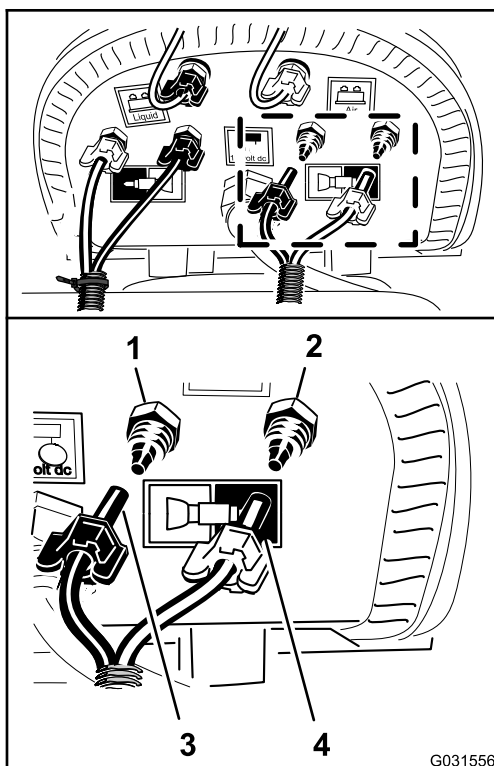

Figura 175
7. Collegate il tubo non marcato (senza fascetta per cavi) allineando il tubo blu per la sezione della barra di sinistra sul raccordo di compressione per il circuito dell'acqua della sezione della barra di sinistra (Figura 175).
8. Montate il dado di compressione del tubo sul raccordo e serrate il dado manualmente (Figura 175).
9. Allineamento del tubo trasparente per la sezione della barra di sinistra sul raccordo di compressione per il circuito dell'aria della sezione della barra di sinistra (Figura 175).
10. Montate il dado di compressione del tubo sul raccordo e serrate il dado manualmente (Figura 175).